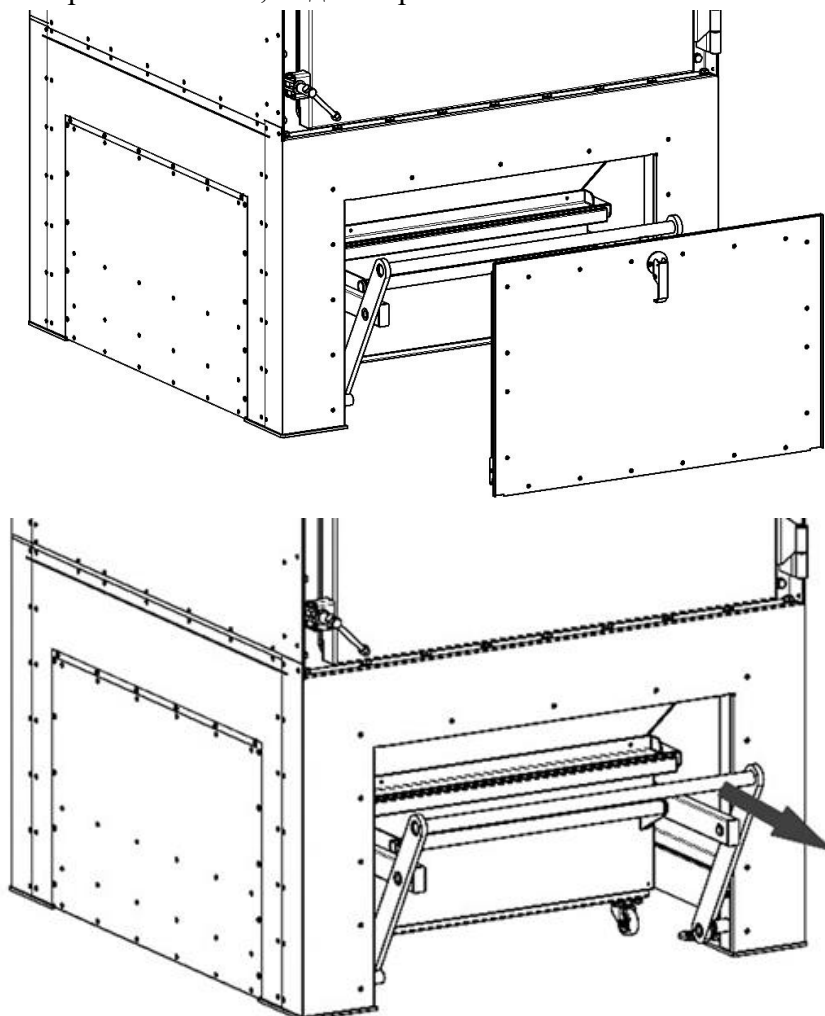

Рисунок 19
- 2) потянуть за рычаг механизма поджатия пылесборника (рисунок 19);